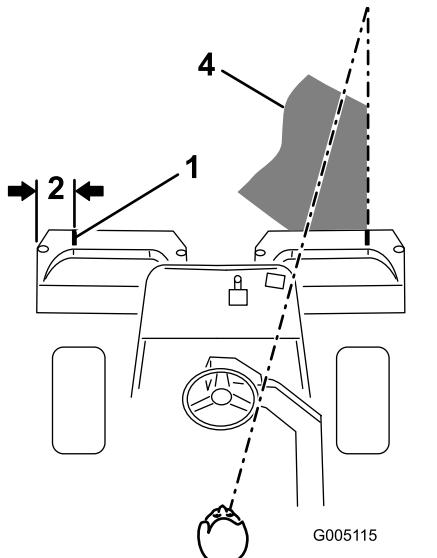
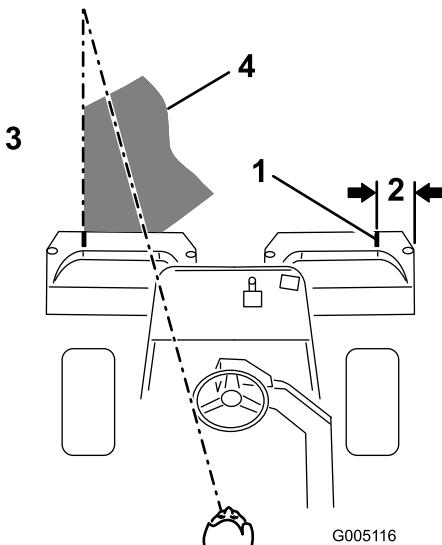

Figura 23
Figura 24
2. Applicate una striscia adesiva bianca, oppure tracciate una linea con della vernice bianca, su ciascun cestello, parallela al bordo esterno del cestello stesso (Figura 23).
3. Durante le passate di ritorno sovrapponete uno spazio minimo alla falciatura precedente. Per tosare in linea retta il green e mantenere la macchina alla medesima distanza dal bordo della falciatura precedente, immaginate una linea da 1,8-3 m circa davanti alla macchina fino al bordo della sezione di green da tosare (Figura 23 e Figura 24). Potrebbe essere utile includere nella linea di collimazione il bordo esterno del volante, vale a dire, tenere allineato il bordo del volante con un punto che si trovi sempre alla stessa distanza dalla parte anteriore della macchina (Figura 23 e Figura 24).